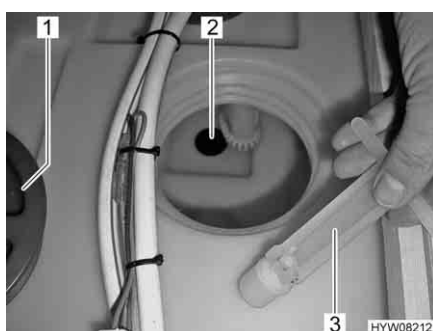

Fig. 161 Serbatoio dell'acqua, tappo di chiusura
- Svitare il coperchio (Fig. 161,1) del serbatoio dell'acqua.
- Inserire il tappo di chiusura (Fig. 161,3) nell'apertura di scarico (Fig. 161,2).